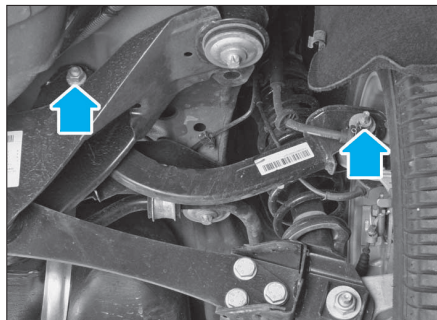

FIG. 20
- Déposer les fixations du bras transversal (Fig.20)